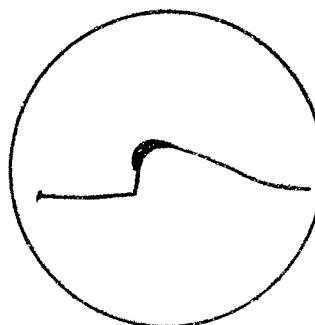

Fig 16.
28. Trimma kontrollmottagarens avstämnda krets tills en bild enl fig 16 erhålls.
Se fig 16.